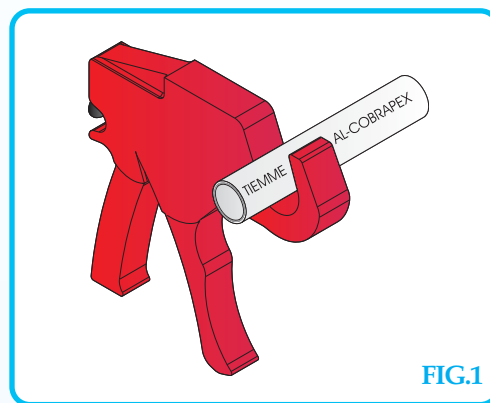

FIG.1
- Per prima cosa si deve procedere al taglio del tubo alla misura desiderata. Per effettuare il taglio è consigliabile utilizzare un tagliatubi o l'apposita cesoia, facendo in modo che il taglio sia il più perpendicolare possibile rispetto all'asse del tubo stesso (FIG.1)
- Cut the tube to the desired size by using a pipe-cutter, making sure that the cut is perpendicular to tube axis (FIG. 1)